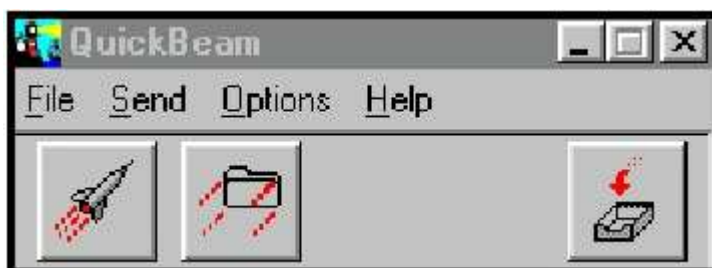

Рис. 5-14: Окно программы QuickBeam
- Щелкните на требуемом файле и перетащите его на кнопку со значком ракеты в окне программы QuickBeam как показано на приведенном ниже рис. 5-14.